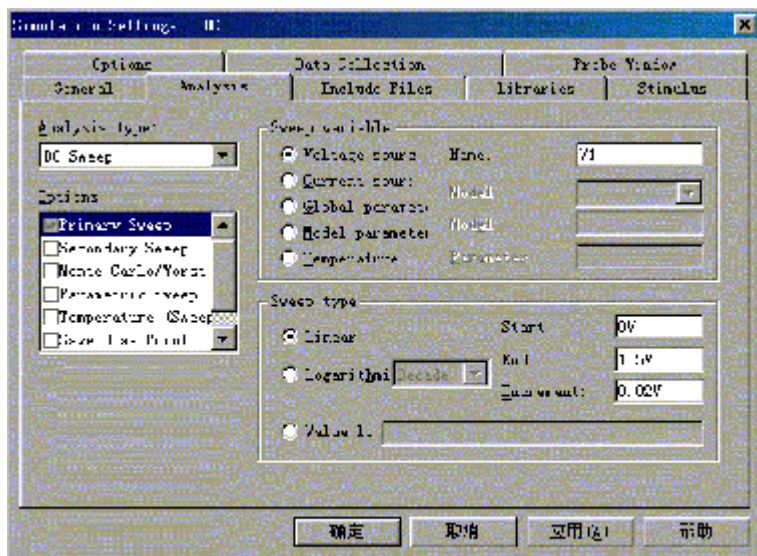

图 9-54 直流分析参数设置
例2：共射极放大电路如图9-54所示。试利用Orcad参数分析讨论共射极放大电路的电压传输特性。
(1) 绘制电路图，输入电路图名称（如AMP）。
(2) 创建新仿真文件，名称为DC，注意分析参数设置方法如图9-54所示。